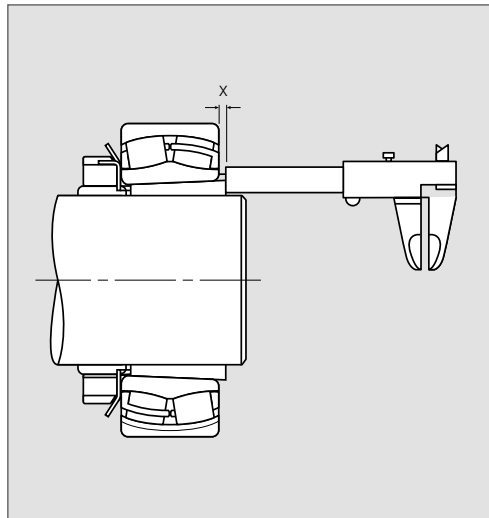

Fig. 3
5. Mesurer la dimension « X » comme montré sur la Fig.3.